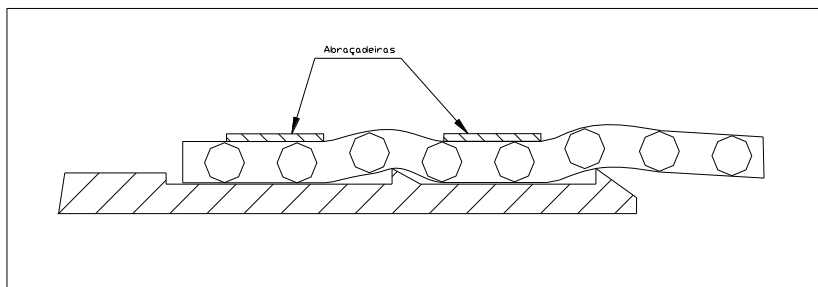

Figura 7
- Abraçadeiras corretamente posicionadas: bem no centro do espaço entre as estrias (figura 7).